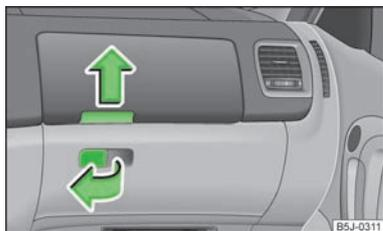

Fig. 59
- Tirare la maniglia del portellone nella direzione indicata dalla freccia » fig. 59 e abbassare il portellone